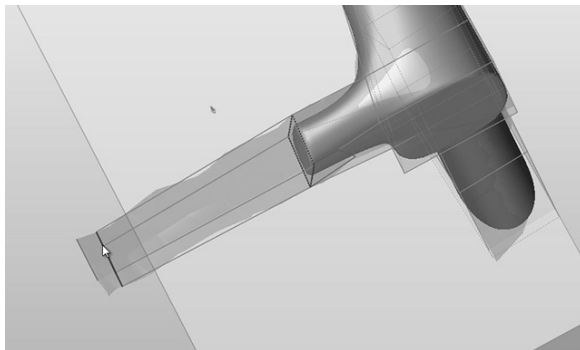

图 15-22
6) 包覆桥体顶部的整个杆，从而完成 PolyNURBS，如图 15-22 所示。